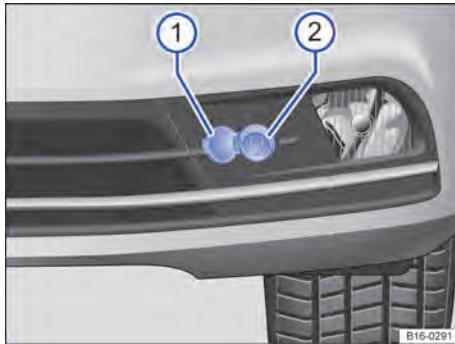

Fig. 108 No para-choque dianteiro: tomada de conexão para o pré-aquecimento do motor.
- Abrir a capa de cobertura → Fig. 108 ①.
- Conectar o cabo de conexão na tomada ②.
- Antes de ligar o motor, desconectar sempre o cabo de conexão e fechar a capa de cobertura ①.